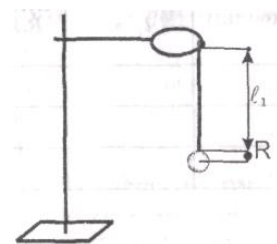

Рис.2
1. Зберіть установку як показано на рис. 2.
7. За формулою (3) обчисліть прискорення вільного падіння.